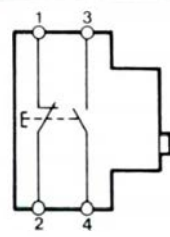

fig. 8 - 1 contact à ouverture + 1 contact à fermeture.
- 1 contact à ouverture + 1 contact à fermeture : raccordement du contact à ouverture entre 1 et 2 (arrêt), raccordement du contact à fermeture (marche) entre 3 et 4 (fig. 8);